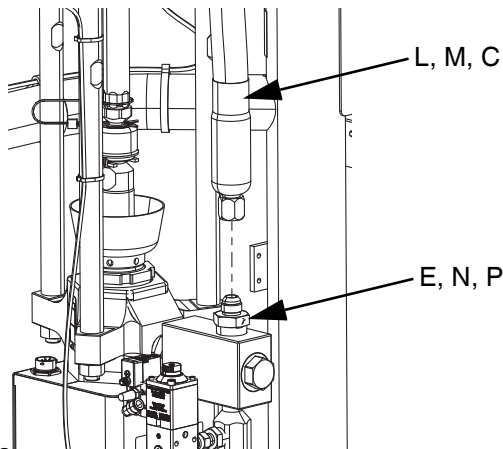

ABB. 18
4. Bei Verwendung eines einzelnen iQ Ram-Zufuhrsystems den Versorgungsschlauch 1 (C) an das Ram-Zufuhrsystem am Fitting des Versorgungsschlauchs 1 (E) anschließen, wie dargestellt in ABB. 1 und ABB. 18.
- a. Tandemschlauch 1 (L) an das Fitting Ram-Zufuhrgerät 1 an Tandemschlauch 1 (N) anschließen, wie dargestellt in ABB. 2 und ABB. 18.
- b. Tandemschlauch 2 (M) an das Fitting Ram-Zufuhrgerät 2 an Tandemschlauch 2 (P) anschließen, wie dargestellt in ABB. 2 und ABB. 18.